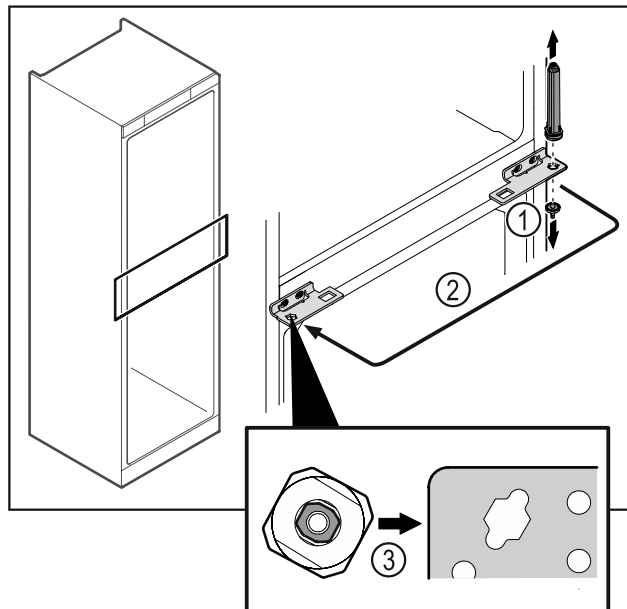

Fig. 49
- ▶ Odvrnite svornjak šarke Fig. 49 (1).
- ▶ Premjestite sustav zatvaranja vrata Fig. 49 (2).
- ▶ Pri umetanju pazite na ispravno poravnanje sustava zatvaranja vrata Fig. 49 (3).